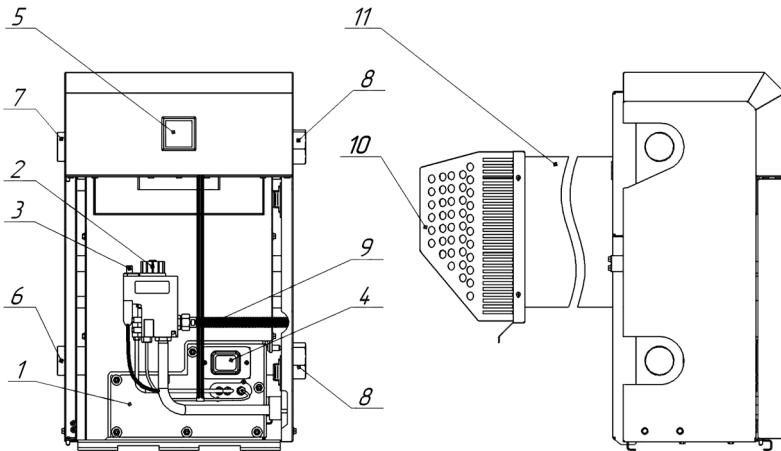

Рис. 1. Котел Direct с автоматикой EUROSIT 630
- 5.1. Котел представляет собой сварную конструкцию, образующую по всему периметру водяную рубашку, окаймляющую топочную камеру. В нижней части котла, в проеме топочной камеры, установлено газогорелочное устройство с органами управления. В задней части котла находится газоотводящий патрубок для удаления продуктов сгорания из топки. На задней поверхности котла расположены проушины для крепления к стене. На боковых стенах котла расположены патрубки для подключения отопления (см. рис. 1).